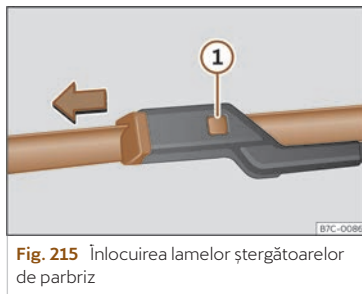

Fig. 215 Înlocuirea lamelor ștergătoarelor de parbriz
- Apăsați și mențineți apăsat butonul de deblocare >>> **fig. 215** ① și trageți ușor de lamă în sensul săgeții.